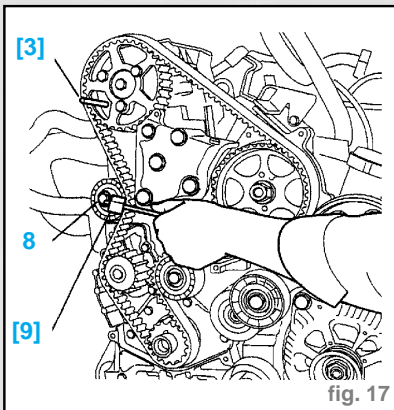

fig. 17
- les carters de distribution (5)
- Pîger la poulie d'arbre à cames à l'aide de l'outil [3] (-).188-M (fig. 17).
- Desserrer la fixation du galet tendeur (8).